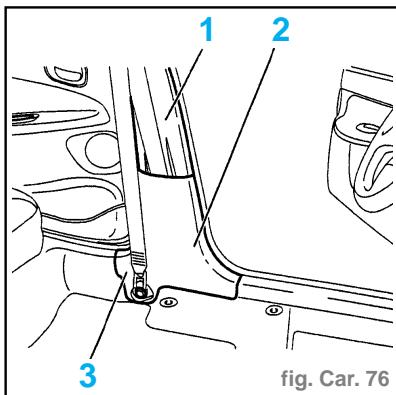

fig. Car. 76
- Déposer (fig. Car. 76) :
- la fixation inférieure ceinture de sécurité avant (3)
- la garniture supérieure de pied milieu (1)
- la garniture inférieure de pied milieu (2)